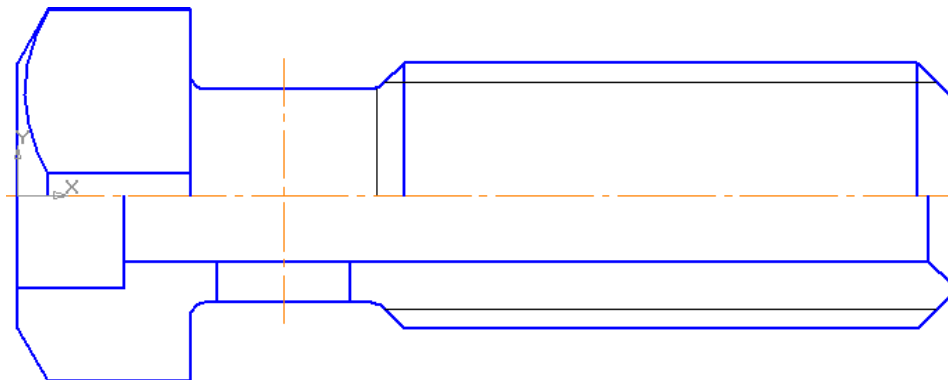

Рис. 7
5. Выполните изображение отверстия $\varnothing 10$. Для этого командой **Параллельный отрезок**  стилем «Осевая» на расстоянии 50 мм от правого торца проведите осевую линию, нажмите кнопку **Указать заново**  на Панели специального управления, измените стиль прямой на основную, укажите курсором построенную осевую линию, введите значение расстояния «5» и проведите вертикальные прямые (глобальная привязка «Точка на кривой» должна быть включена), рис. 7.